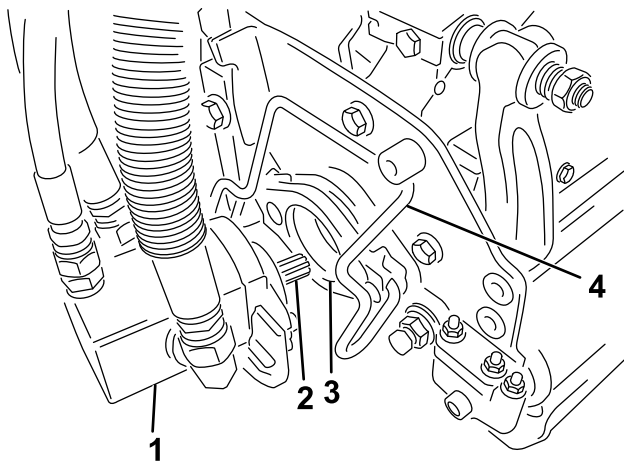

Figure 50
5. Enduisez de graisse propre l'arbre cannelé du moteur de l'unité de coupe (Figure 50).
6. Insérez le moteur dans le côté gauche de l'unité de coupe (vu de la position de l'utilisateur) et tirez la barre de retenue du moteur située sur l'unité de coupe vers le moteur jusqu'à ce que vous entendiez un déclic des deux côtés du moteur (Figure 50).